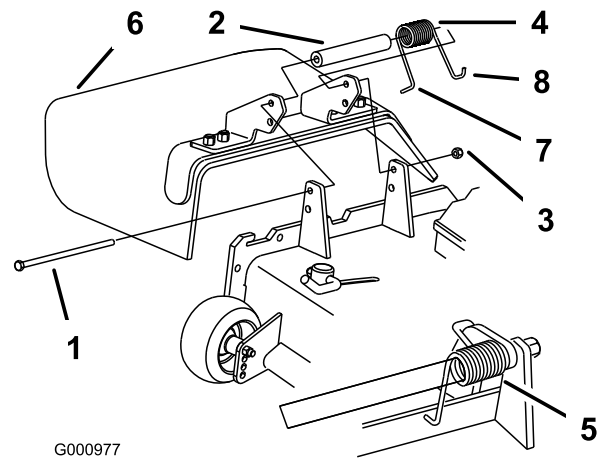

Bild 38
1. Entfernen Sie die Sicherungsmutter, Schraube, Feder und das Distanzstück, mit denen das Ablenkblech an den Drehhalterungen befestigt ist (Bild 38). Entfernen Sie defekte oder abgenutzte Ablenkbleche.
- Hinweis:** Stellen Sie sicher, dass sich das L-Ende der Feder hinter der Mähwerkkante befindet, bevor Sie die Schraube einführen, siehe Bild 38.
3. Setzen Sie die Schraube und Mutter ein. Führen Sie das J-förmige Hakenende der Feder um das Ablenkblech (Bild 38).